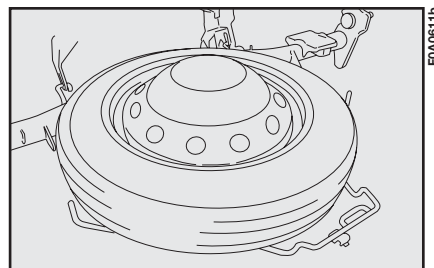

fig. 14b
– Nel riporre il ruotino sul cestello, inserire il tampone distanziatore sul lato esterno del cerchio, quindi posizionare il ruotino con il lato esterno del cerchio **fig. 14b** rivolto verso l'alto.